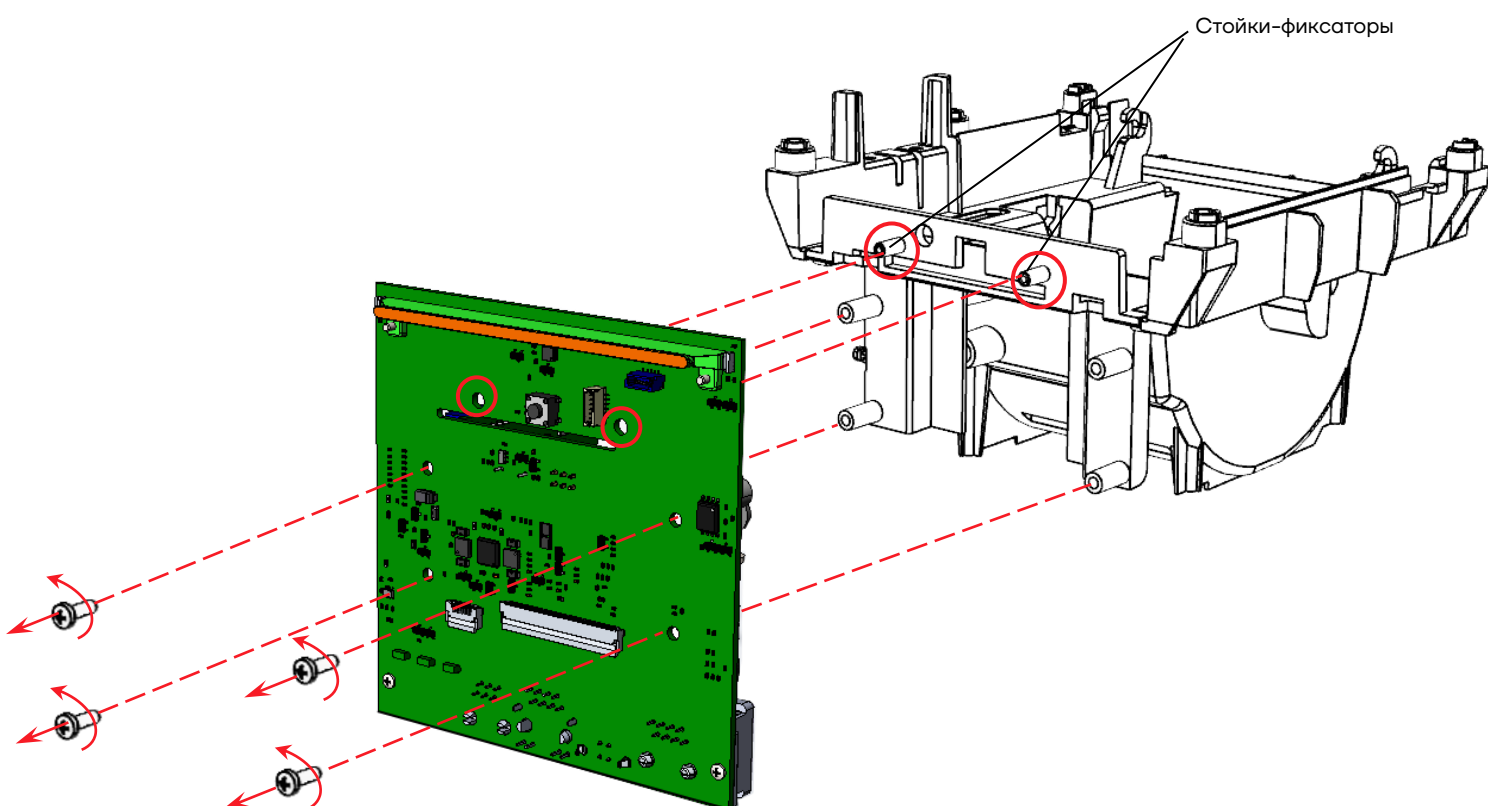

Рисунок 25. Отделение блока управления от лотка для ЧЛ
- 6** Продеть шлейфы ТПГ в проем БУ, совместить блок управления с держателем, закрепленным с лотком для ЧЛ, учитывая положение стоек держателя и отверстий БУ, затем вкрутить 4 винта крепления (см. рисунок 25).